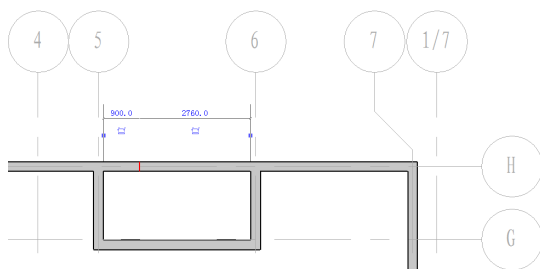

图 3-23
- 2) 单击工具栏“拆分”命令  拆分，如图 3-23 所示移动光标到 H 轴上的墙 5、6 轴之间任意位置，单击鼠标左键将墙拆分为两段。